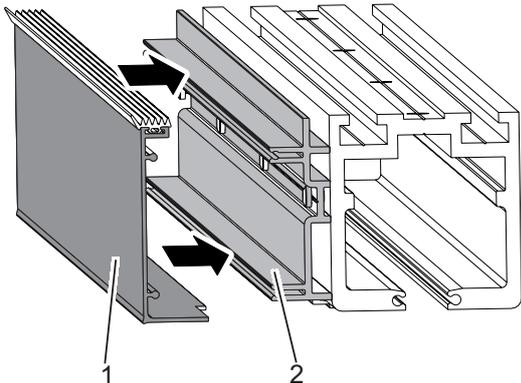

Fig. 43: Emboîtement du capot
5. Emboîter le capot (Fig. 43/1) sur l'élément en plastique (Fig. 43/2).
1. Desserrer les vis (Fig. 43/1).
2. Pousser ou tirer les brosses (Fig. 43/1) pour les régler.
3. Resserrer les vis (Fig. 43/1).
2. Sortir uniformément l'élément fixe (fig. 43/1) avec supports (fig. 43/2) du rail de roulement (fig. 43/3) et du profilé de socle, par l'ouverture créée.